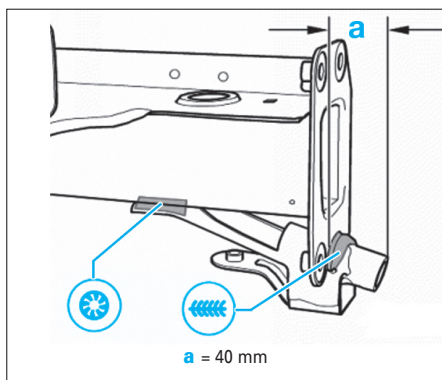

FIG. 26
- Sur le longeron AVD, souder l'œillet de remorquage en respectant la cote "a" (Fig.26).